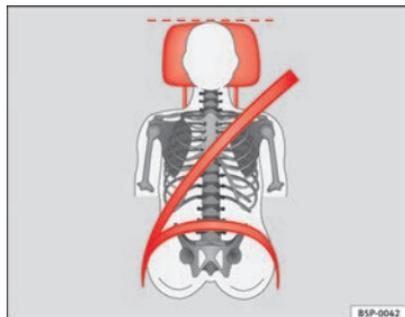

Fig. 12 Faixa do cinto de segurança e do encosto de cabeça regulados correctamente, vistos de frente
- A faixa do ombro deve passar aproximadamente ao meio do mesmo. O cinto de segurança tem de ficar bem cingido ao tronco do ocupante ⇒ fig. 12.